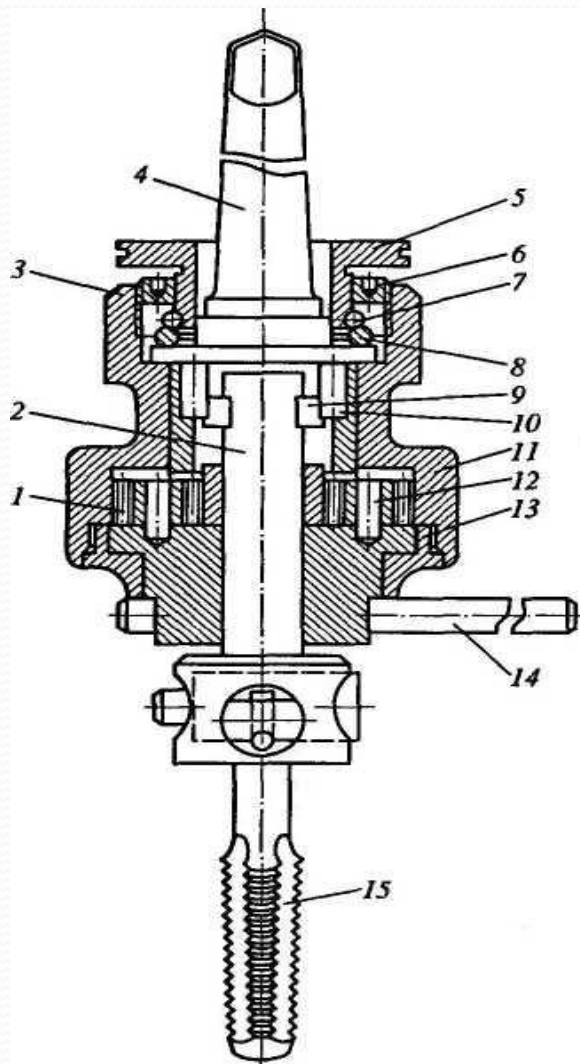

**Рис. 3.89. Предохранительный патрон:**
**Предохранительный патрон (рис. 3.89) служит для крепления метчиков в шпинделе сверлильного станка.**